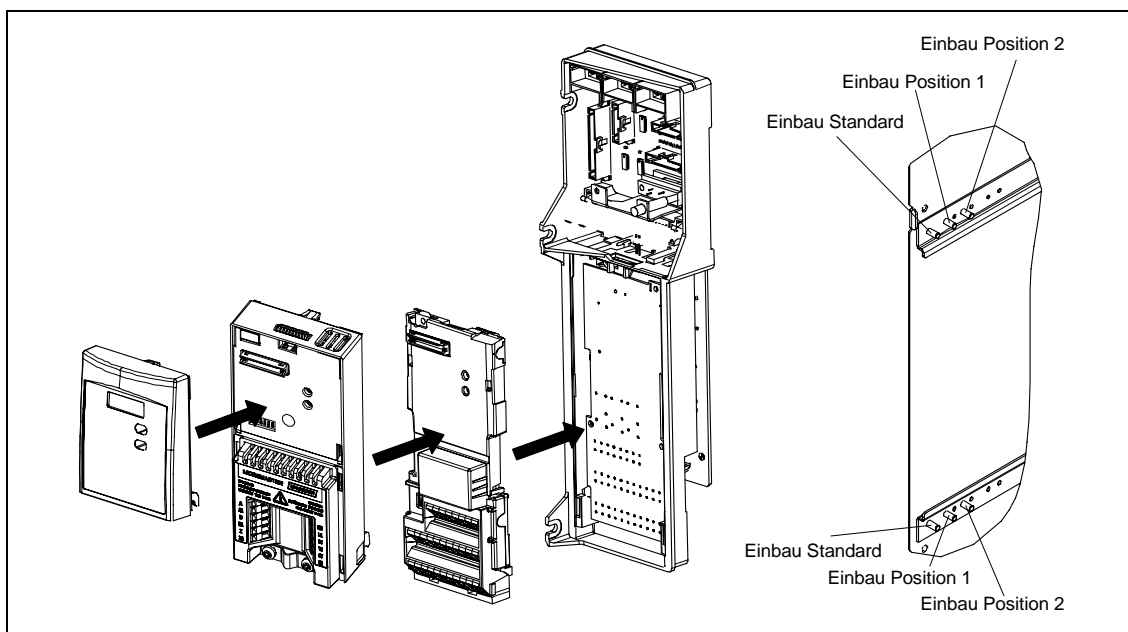

Bild 2-7 Einbau von Optionen für die Elektronikbox (Beispiel Impulsgeber-Auswertungsbaugruppe)
- Elektronikbox entsprechend Bild 2-7 in der richtigen Einbauposition festschrauben.